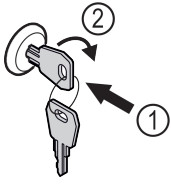

Fig. 114
- ▶ Sleutel erin duwen Fig. 114 (1).
- ▶ Sleutel 90° rechtsom draaien Fig. 114 (2).